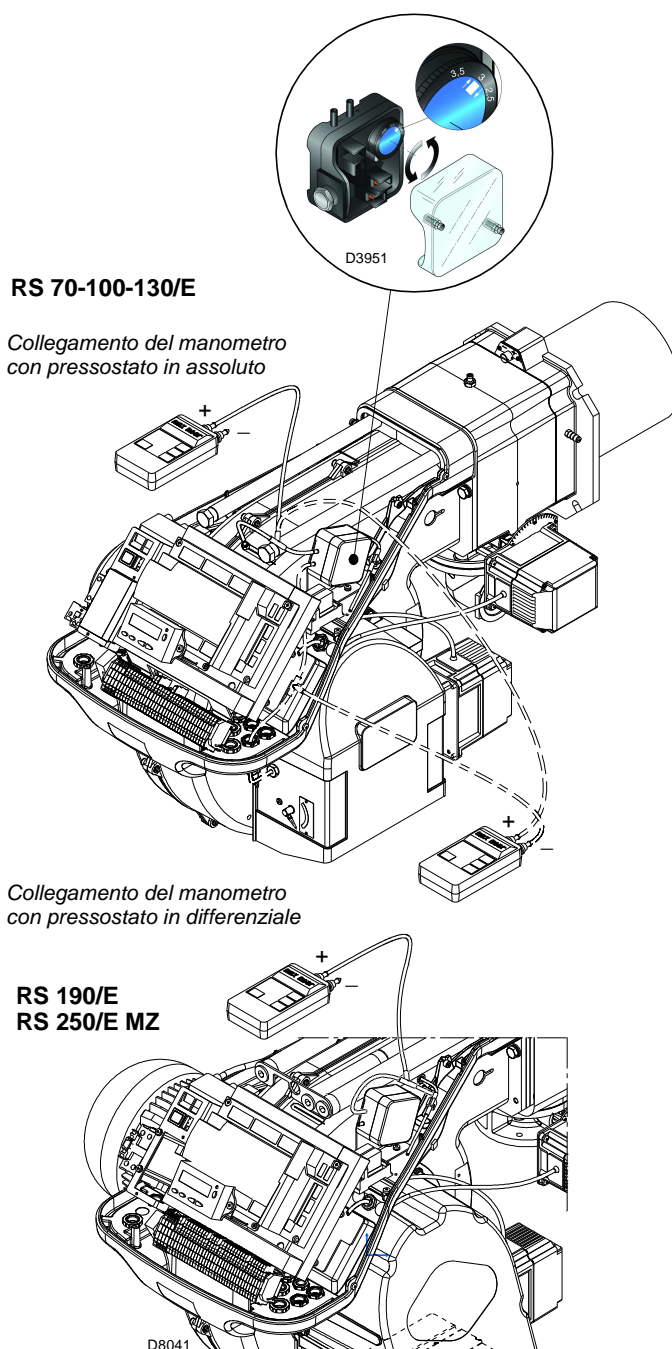

Fig. 31
- Regolare il pressostato aria (Fig. 31 a pag. 35) ad inizio scala.
Eseguire la regolazione del pressostato aria (Fig. 31) dopo aver effettuato tutte le altre regolazioni del bruciatore con il pressostato aria regolato a inizio scala.
Il collegamento del manometro è riportato in Fig. 31.
La configurazione standard è quella del pressostato aria collegato in assoluto. Si noti la presenza di un collegamento a "T" non fornito. In alcune applicazioni in forte depressione il collegamento del pressostato non consente allo stesso di commutare. In tal caso è necessario collegare il pressostato in modo differenziale, applicando un secondo tubicino tra pressostato aria e bocca di aspirazione del ventilatore. In questo caso anche il manometro deve essere collegato in differenziale, come indicato in Fig. 31.